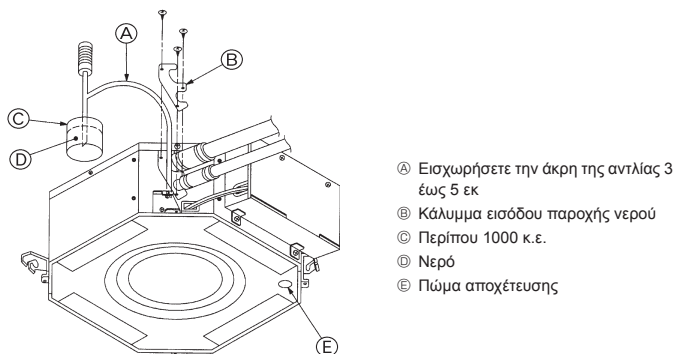

Fig. 6-3
6.3. Έλεγχος αποχέτευσης (Fig. 6-3)